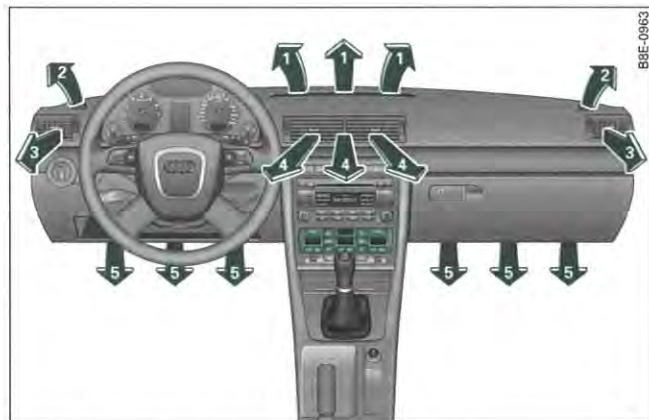

Fig. 130 Tableau de bord : agencement des diffuseurs d'air
Les trois touches permettent d'opérer les réglages énumérés ci-dessous. Les chiffres se rapportent aux diffuseurs d'air ⇒ page 129, fig. 130.
Les diffuseurs d'air → fig. 130 ③ et ④ fonctionnent comme suit :
Le moteur de la soufflante est alimenté en courant solaire provenant du toit solaire, lorsque vous coupez le contact d'allumage. Veillez à ce que les diffuseurs 3 et 4 soient ouverts ⇒ *page 129*, fig. 130 afin d'obtenir une ventilation optimale.